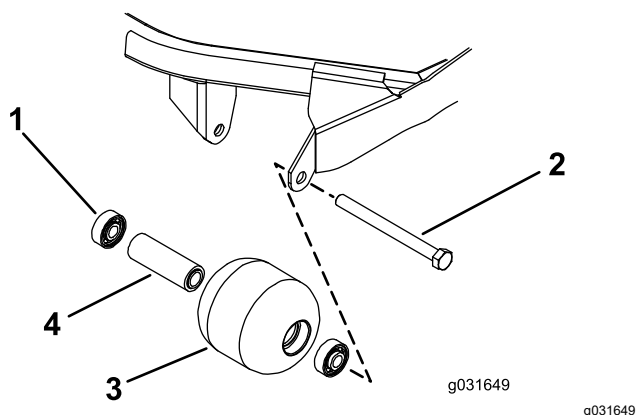

Figura 67
1. Retire el perno de montaje del rodillo (Figura 67).
4. Inspeccione el alojamiento del rodillo, los cojinetes, y el espaciador del cojinete (Figura 67).
1. Introduzca el primer cojinete en el alojamiento del rodillo, haciendo presión solamente sobre el anillo de rodadura exterior, o de forma igual sobre el anillo exterior y el interior (Figura 67).
2. Introduzca el espaciador (Figura 67).
3. Introduzca el segundo cojinete en el alojamiento del rodillo hasta que entre en contacto con el espaciador, haciendo presión solamente sobre el anillo de rodadura exterior, o de forma igual sobre el anillo exterior y el interior (Figura 67).